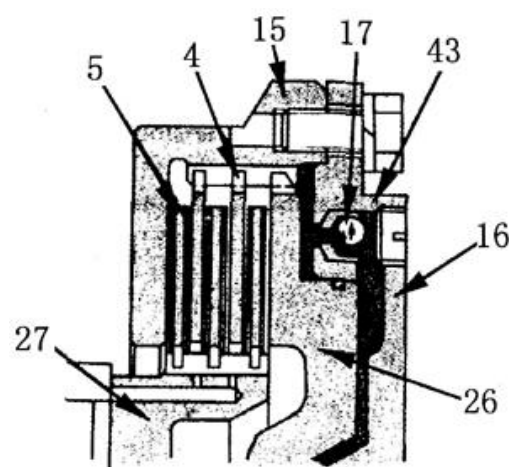

Рис. 5-28
Рис. 5-28 отображает структурную схему муфты № 5. Когда муфта под воздействием центробежной силы выключает подачу масла в теле цилиндра (16), дисковая пружина (29) не способна сразу выключить диски. Это может привести к частичному выключению муфты и затруднить следующее переключение передач. Чтобы избежать этого, устанавливается шаровой возвратный клапан (17).